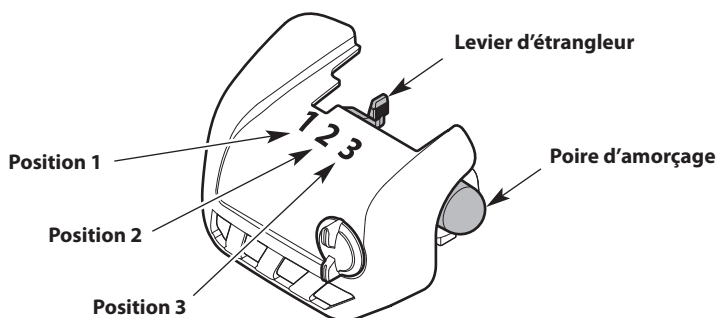

Fig. 11
1. Appuyez lentement et relâchez la poire d'amorçage à **10 reprises** (Fig. 11). Si aucune quantité de carburant n'apparaît dans la poire d'amorçage, appuyez et relâchez la poire jusqu'à l'apparition de carburant.
2. Déplacez le levier d'étrangleur en **Position 1** (Fig. 11).
6. Déplacez le levier d'étrangleur en **Position 2** (Fig. 11).
9. Déplacez le levier d'étrangleur en **Position 3** (Fig. 11). Laissez le moteur se réchauffer pendant 60 secondes de plus. L'appareil peut être utilisé pendant ce laps de temps.
7. Déplacez le levier d'étrangleur en **Position 2** (Fig. 11).
11. Déplacez le levier d'étrangleur en **Position 3** (Fig. 11). Laissez le moteur se réchauffer pendant 60 secondes de plus. L'appareil peut être utilisé pendant ce laps de temps.